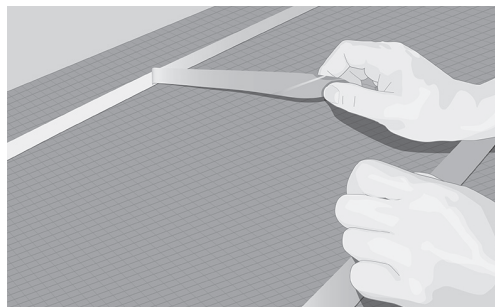

Fig. 6. Legg ut dobbeltsidig tape og fjern dekkpapiret
- 10. Fest kabelen på den dobbeltsidige tapen og fjern dekkpapiret etter hvert som du fortsetter med å legge ut kabelen (Fig. 6 og 7).